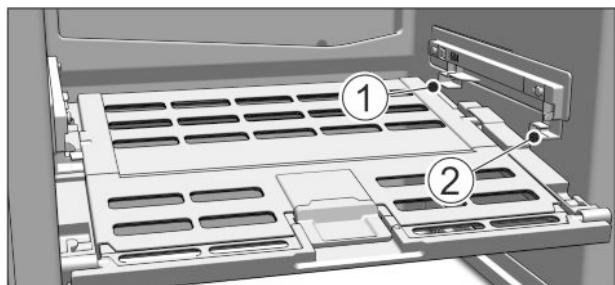

Fig. 48
- Установка крышки отделения с функцией для хранения овощей и фруктов Fruit & Vegetable-Safe: Вставить поперечные ребра крышки через низ в задний держатель Fig. 48 (1) и защелкнуть спереди на держателе Fig. 48 (2).